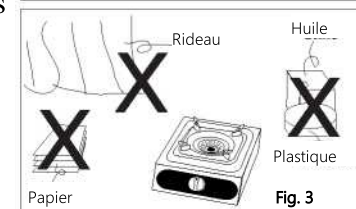

Fig. 3
- Assurez-vous qu'il n'y a aucun matériau inflammable près du réchaud à gaz (Fig. 3).